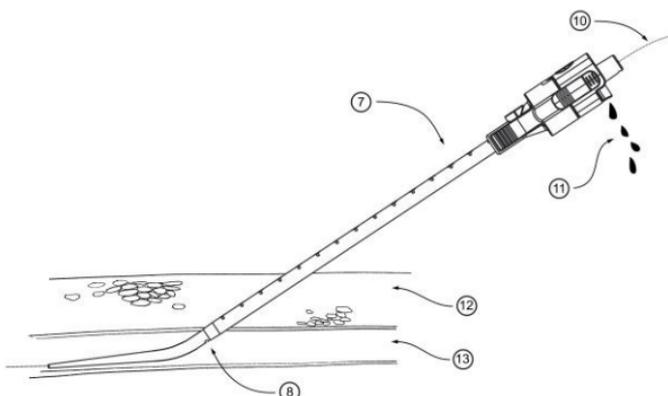

Bild 2. Blodsignal när införingshylsan befinner sig i kärlet
- a. Skjut in *in situ*-ledaren på 0,035" i PerQseal® Introducer tills den sticker ut ordentligt ur dilatorfattningens bakre del (10, Bild 2).
- c. Mata in PerQseal® Introducer i kärlet i en låg vinkel (≤ 30°) tills du får en tydlig blodsignal från dilatorfattningens sidoport (11, Bild 2). Vid denna punkt ska du sluta att föra Introducer framåt (se Bild 2).